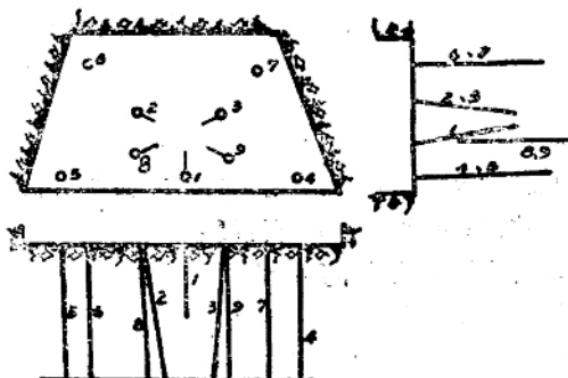

图 1 三角掏槽炮眼布置
## (三)炮眼布置(图1)
1. 三角掏槽法(图 1)：可用于煤层较软，适用浅眼多循环的条件。